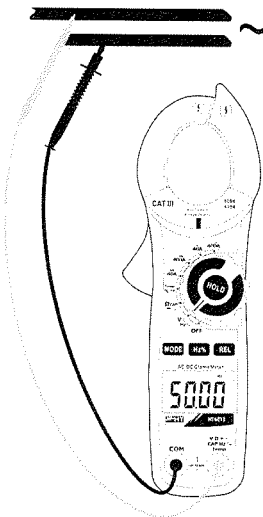

Fig. 4: Uso de la pinza per medidas de Frecuencia y Duty Cycle
3. Inserte el cable rojo en el terminal de entrada $V\Omega \rightarrow Hz\%$ y el cable negro en el terminal de entrada **COM** (Fig. 4) para medida de frecuencia con puntas de prueba. El valor de la frecuencia (Hz) o del duty cycle (%) se muestra en pantalla